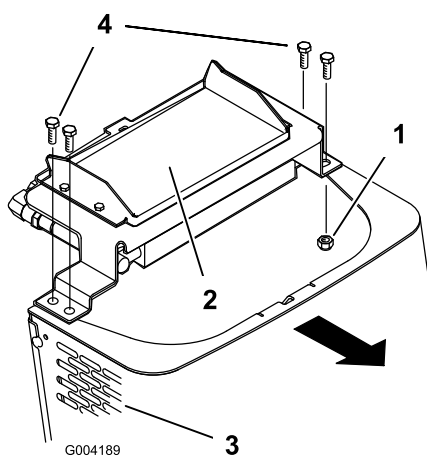

Figura 27
6. Rimuovete i bulloni di spallamento e i dadi che fissano il radiatore dell'olio alla parte superiore della griglia anteriore (Figura 27).